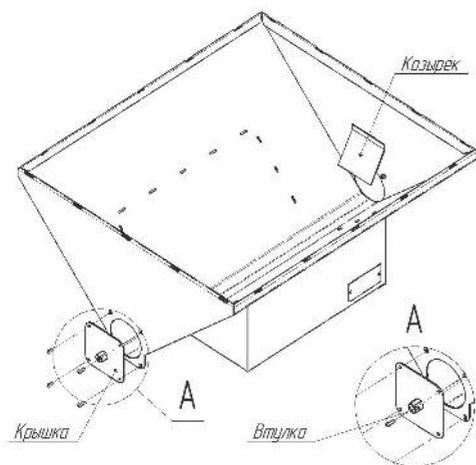
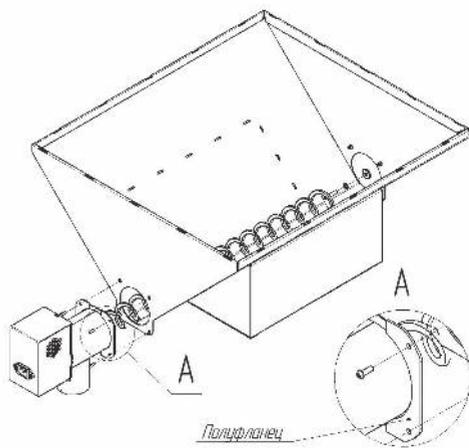

Рисунок 3
Рисунок 4
2. Установите крышку и втулку фиксации шнека со стороны противоположной наклонному козырьку в основании бункера (Рис. 3). Зафиксируйте крышку четырьмя винтами М4×12.
4. Установите в основание бункера шнековую группу, состоящую из привода питателя с патрубком выгрузки и шнеком. Для этого вставьте шнековую группу в отверстие основания бункера со стороны наклонного козырька (см. Рис. 3), находящегося внутри основания бункера (Рис. 4). Свободный конец шнека с установленной шайбой заведите во втулку фиксации шнека.